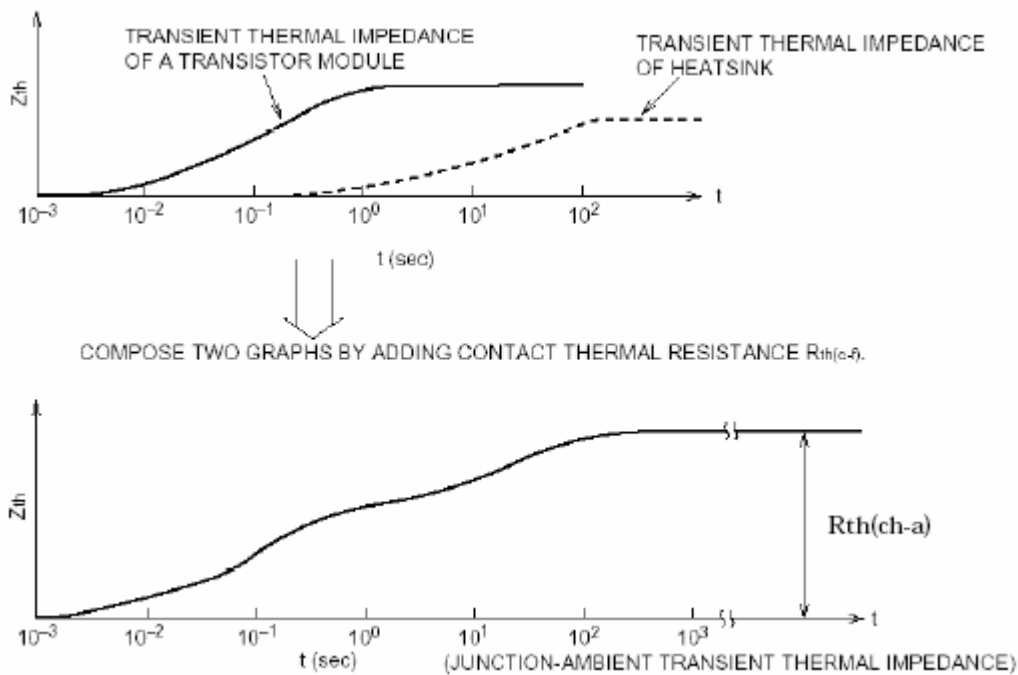

图 52
虽然思路与 (2) 基本相同, 但是在这种情况下, 需要考虑散热器的温度变化。因此需要知道散热器的瞬时热阻。(图 52)